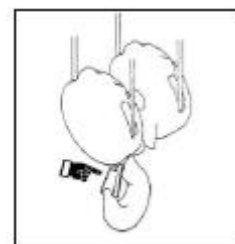

Fig. 7
- Contrôler l'intégralité des diverses parties de la moufle et plus particulièrement: la rotation des poulies, la rotation du crochet, l'oscillation de la suspenste, l'efficacité de fonctionnement de la sécurité de crochet (linguet voir fig. 7).